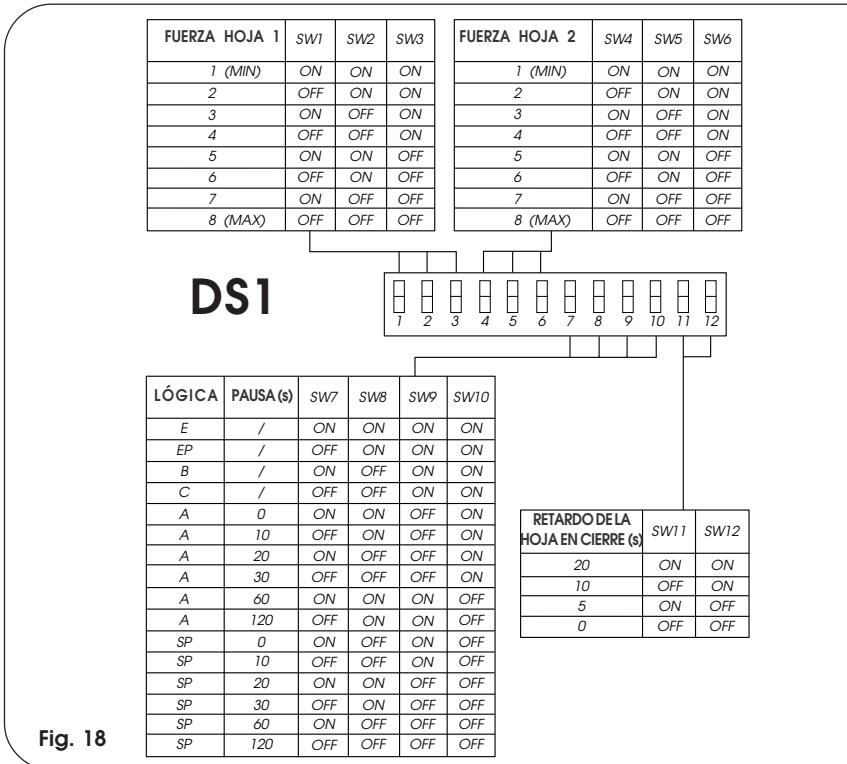
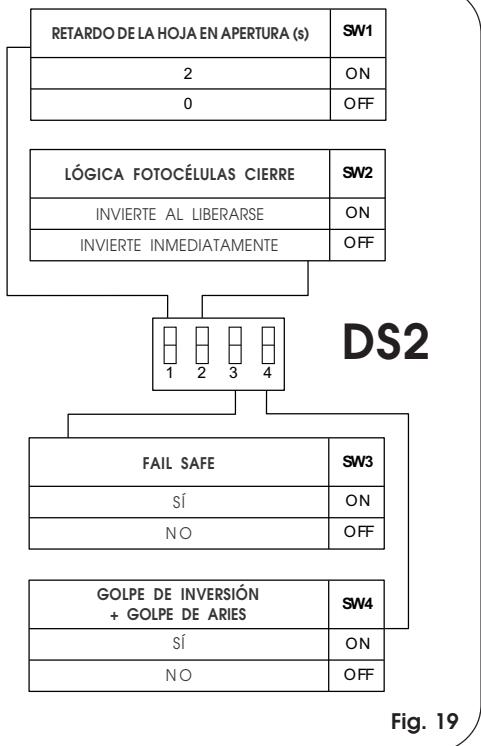

Fig. 18
Fig. 19
El equipo está provisto de dos grupos de microinterruptores DS1 (fig. 18) y DS2 (fig.19) que permiten programar los parámetros de funcionamiento de la cancela.
5.1. MICROINTERRUPTORES DS1 (fig. 18)
5.2. MICROINTERRUPTORES DS2 (fig. 19)